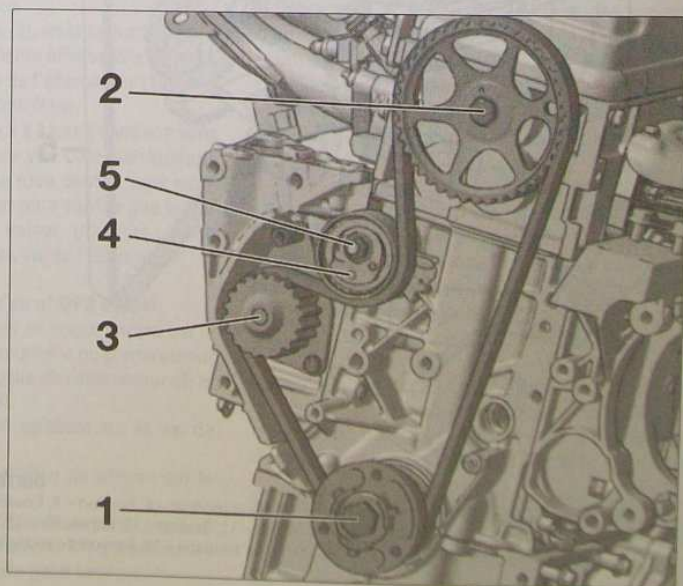
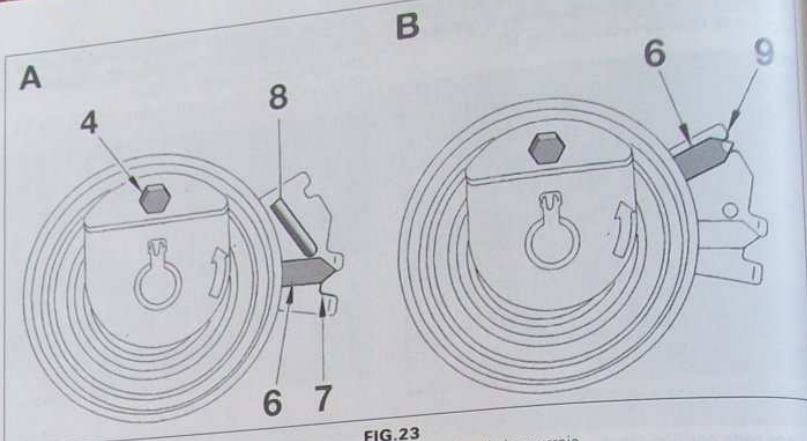

FIG. 21
FIG.23
- Desserrer l'écrou du galet tendeur (5) puis, à l'aide d'une clé 6 pans mâles introduite dans son empreinte 6 pans creux (4), tourner celui-ci pour détendre la courroie (Fig.21).
- Mettre en place la courroie de distribution neuve en commençant par la roue dentée de vilebrequin (1) puis celles de l'arbre à cames (2) et de la pompe à eau (3) et le enfin sur le galet tendeur (4) (Fig.21).
- Tourner le galet tendeur, par son empreinte 6 pans creux (4) à l'aide d'une clé Allen, jusqu'à ce que son index (6) soit en position de tension maxi, face à l'encoche inférieure de la patte fixe (7) (Fig.23).
- Dans cette position, immobiliser l'index mobile à l'aide de la pige fournie avec le galet neuf (8) (pige de 4 mm) introduite dans l'orifice de la patte fixe du galet tendeur.
- Serrer l'écrou neuf (5) du galet tendeur à 1 daN.m, tout en maintenant ce dernier avec la clé 6 pans mâles (Fig.21).
- Desserrer l'écrou du galet tendeur, tout en maintenant ce dernier à l'aide de la clé 6 pans mâles, et déposer la pige de blocage (8) (Fig.23).
- Tourner le galet tendeur, dans le sens anti-horaire, pour amener son index (6) en face de l'encoche supérieure de la patte fixe (9).